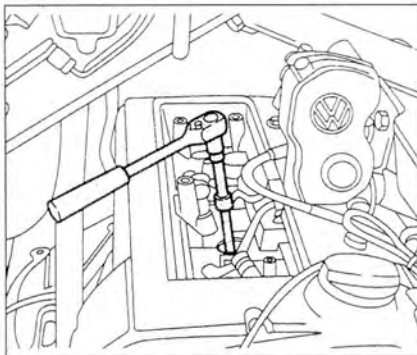

Рис. 2.25. Выкрутите свечи зажигания с помощью свечного ключа 3122 В.
2. Выкрутите свечи зажигания с помощью свечного ключа 3122 В (рис. 2.25).